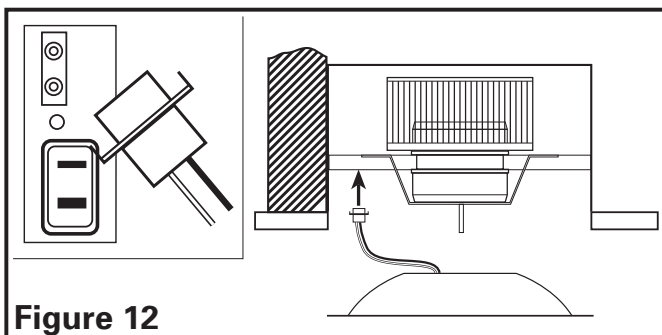

Figure 12
2. Connecter le cordon des socles de lampe dans le réceptacle approprié (**Figure 12**).